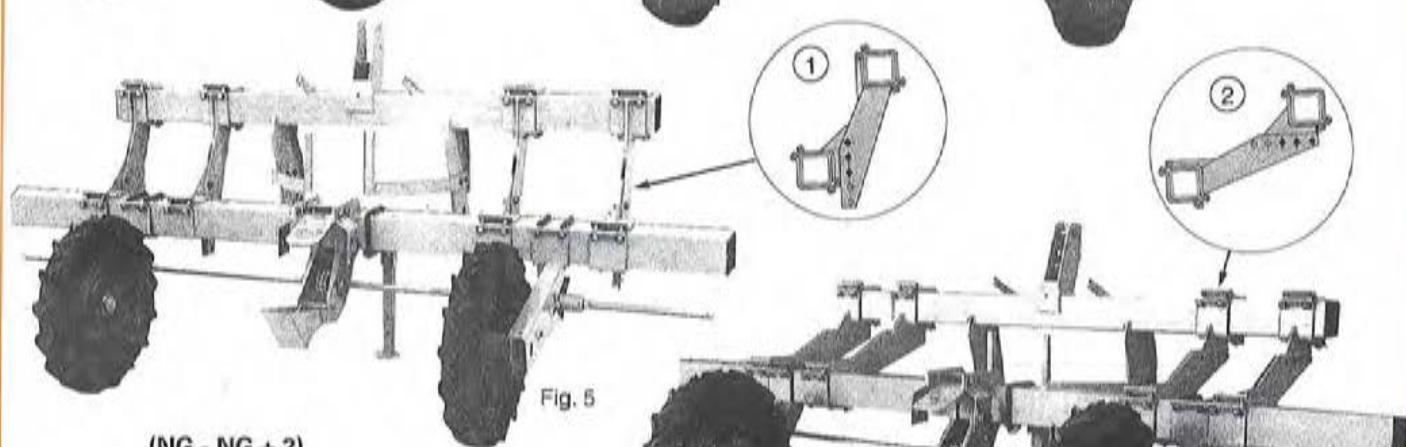

Fig. 5
A noter que l'attelage avancé des châssis fig. 5 et 6 se positionne de 2 façons :
A — Une position fig. 5 pour utilisation sans fertiliseur.
Dans chaque cas on utilise les mêmes traverses de liaison, mais boulonnées différemment : suivant ① pour châssis fig. 5 ;
Please note the advanced hitch of frame fig. 5 & 6 which can be positioned in 2 ways :
A — Position fig. 5 to be used without fertilizer.
In each case one uses the same spacers but are bolted differently : as shown ① for frame fig 5;
A — Abb. 5 Ausführung für die Benutzung ohne Düngerstreuer.
Möglichkeit ① für den Rahmen Abb. 5;
Let erop dat de voorframes van de machines uit fig. 5 en 6 op twee manieren kunnen worden gemonteerd :
A - Montage zoals in fig. 5 voor toepassing zonder kunstmeststrooier.
- volgens methode ① voor frame fig. 5 ;